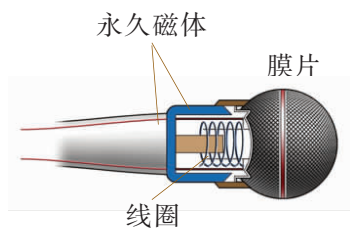

图 3-1-7
3. 动圈式话筒由膜片、永久磁体、线圈组成，其构造示意图如图 3-1-7 所示。请你根据电磁感应的原理，说明动圈式话筒是怎样把声音信号转换成电信号的。